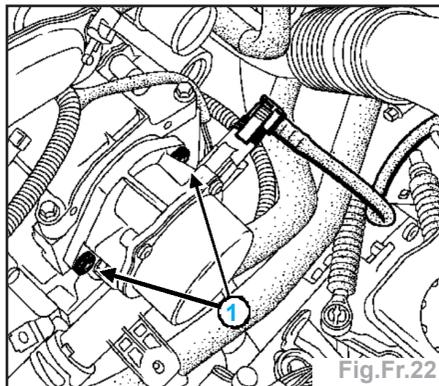

Fig.Fr.22
- les vis de fixation (1) de la pompe à vide (Fig.Fr.22),